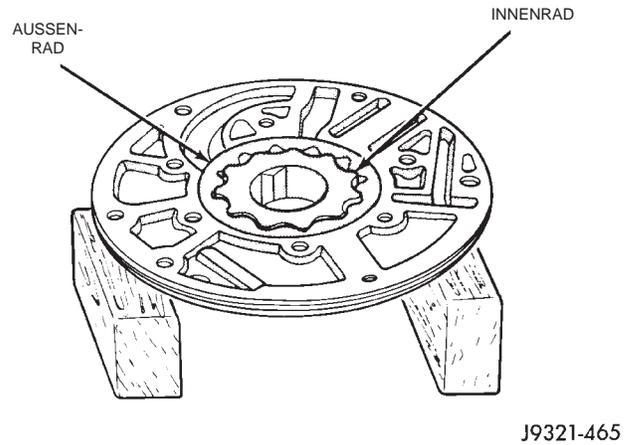

Abb. 127 Innenrad der Pumpe einbauen
- (5) Innenrad der Pumpe einlegen (Abb. 127).